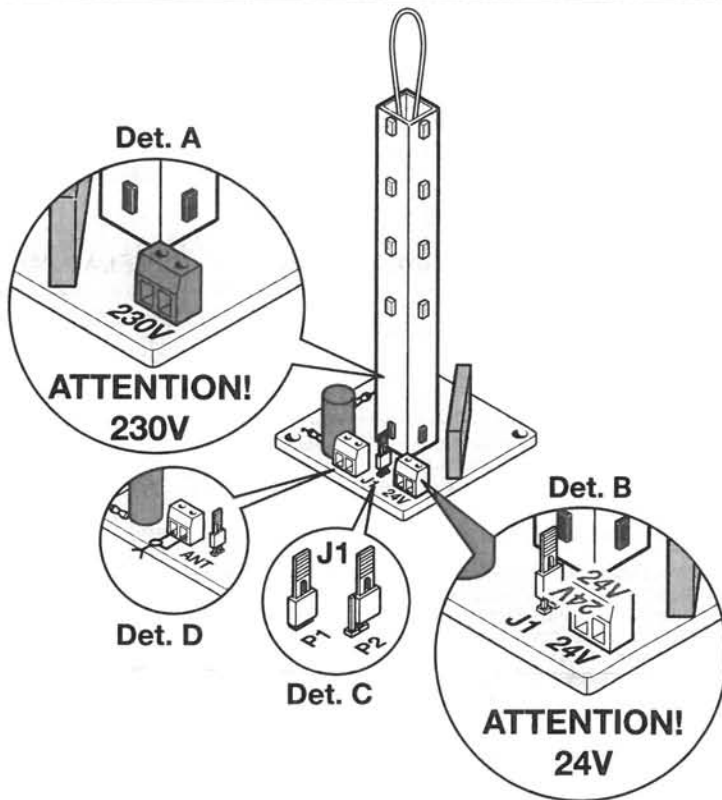

Fig. 3
- Carry out the electrical connection to the circuit fig. 3:
- Effectuer les branchements électriques au circuit fig. 3:
- Llevar a cabo las conexiones eléctricas en el circuito fig. 3:
- Führen Sie die elektrischen Anschlüsse an den Schaltkreis **Abb. 3** aus.